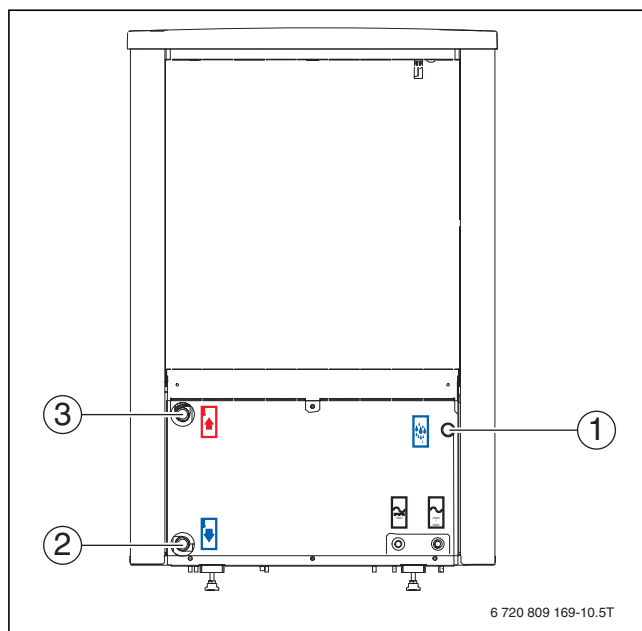

Bild 14 Anslutningar värmepump. beskrivningen gäller alla storlekar.
- ▶ Montera ett partikelfilter avsett för utomhusbruk på returledningen till värmepumpen, direkt på värmeväxlaren (→ [2], Bild 14).
- ▶ Anslut rör för värmebärare in från värmepumpsmodulen (→ [2], bild 14).
- ▶ Anslut rör för värmebärare ut till värmepumpsmodulen (→ [3], bild 14).